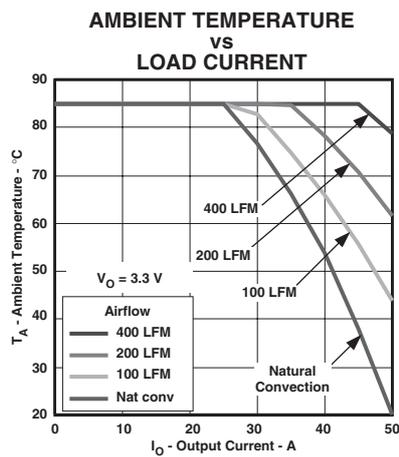
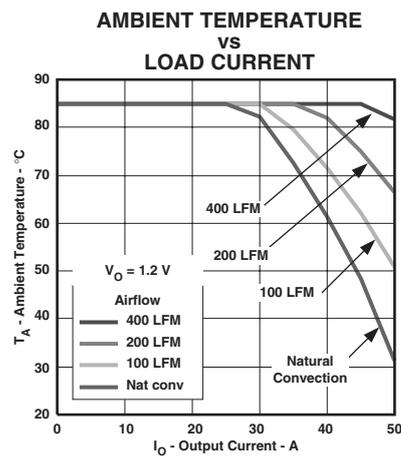

図 4
図 5
- (2) 温度ディレーティング曲線は、内部コンポーネントの温度がメーカーの指定した最高動作温度以下になる条件を表します。このディレーティング制限は、2オンス (56.69グラム) の銅を使用した、100mm × 100mmの両面PCBに直接半田付けされたモジュールに対して適用します。エアフローは10ピンから22ピンの方向に流れているとします。表面実装パッケージ (ASおよびAZの各サフィックス) では、複数のビアを使用する必要があります。詳細については、メカニカル仕様を参照してください。図4および図5に対して適用されます。